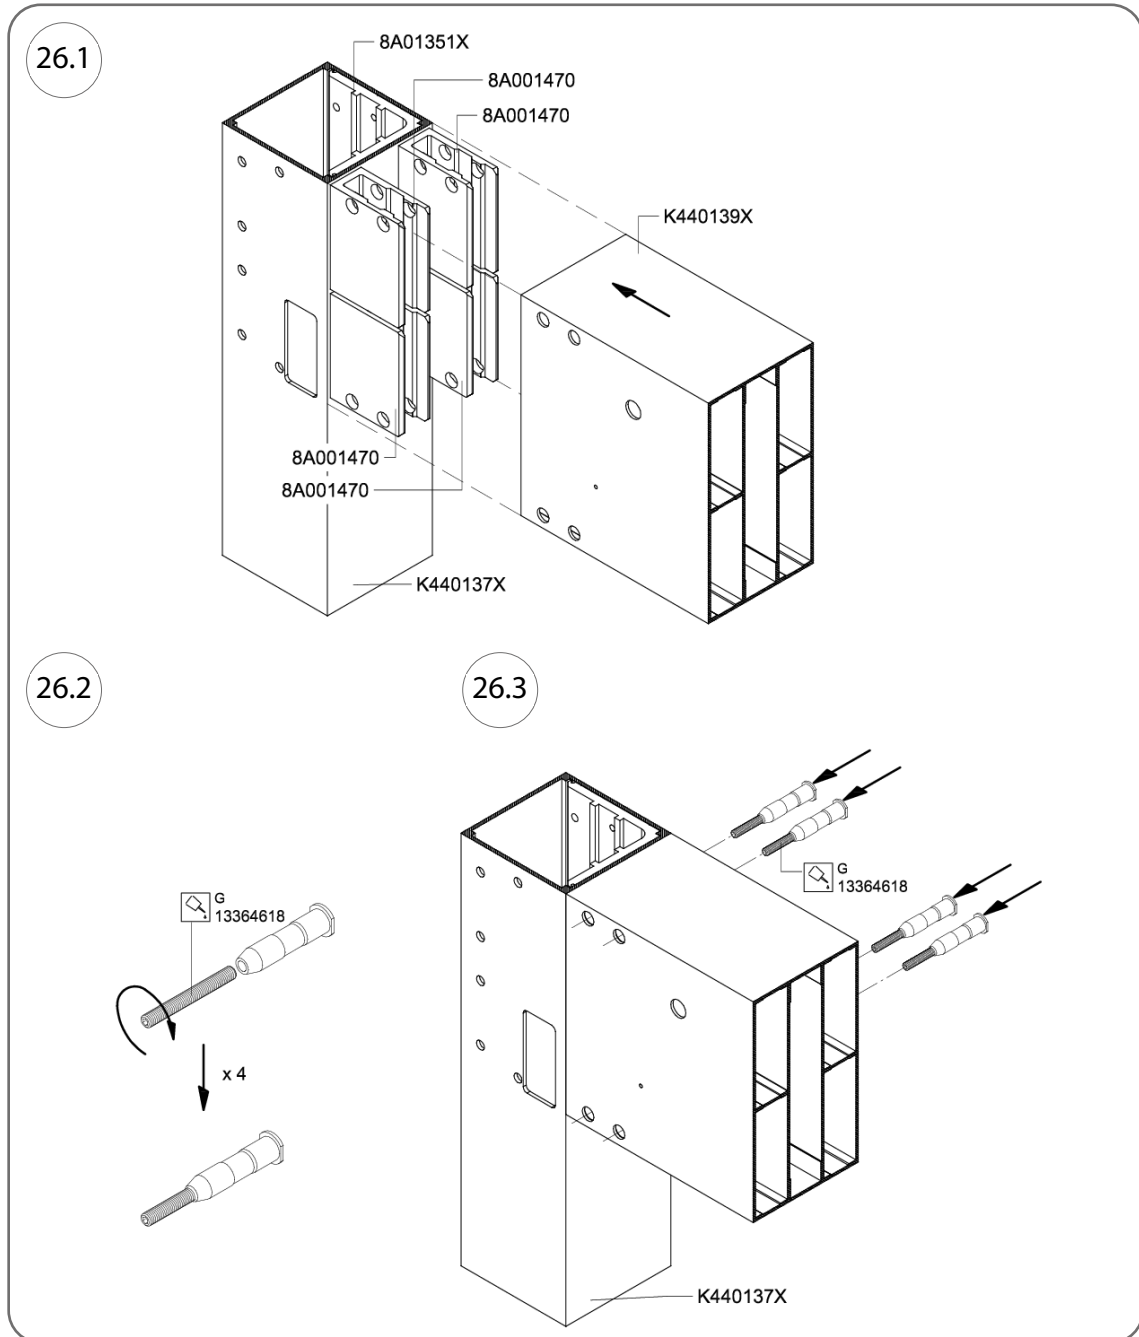
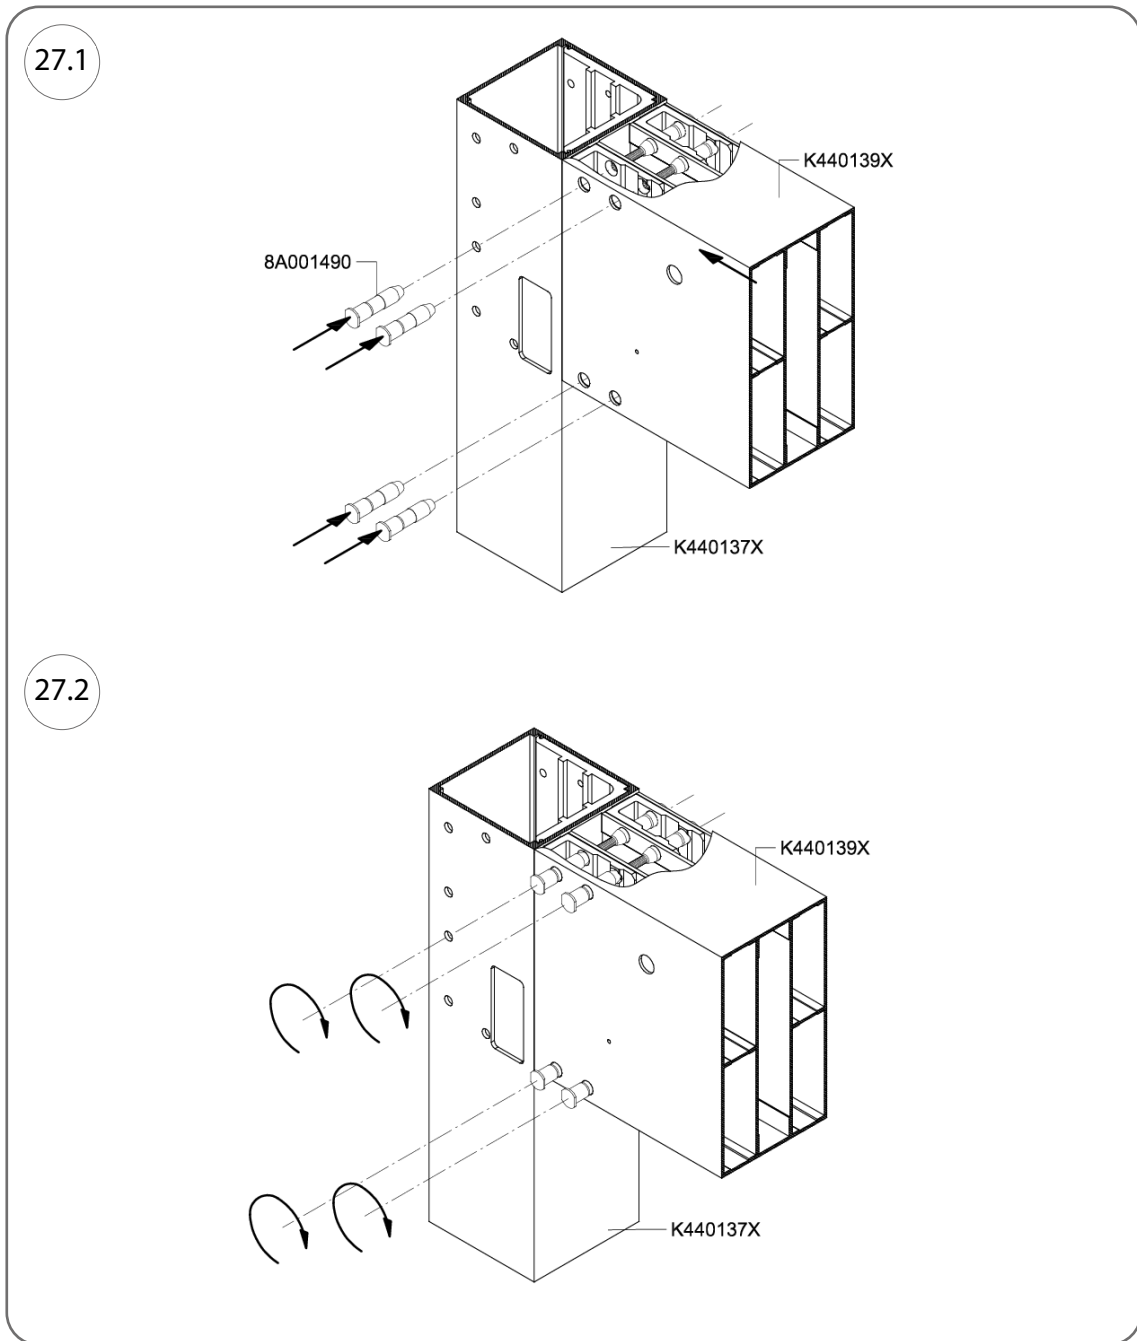

Abb. 26
Abb. 27
1. Zur Herstellung der Verbindung schieben Sie den Zwischensparren (Kat.-Nr. K440139X) auf die Verbindungselemente (Kat.-Nr. 8A001470) und führen Sie durch die beidseitigen Öffnungen im Sparrenprofil von jeder Seite jeweils 4 Sätze der Zwischensparrenstifte (Kat.-Nr. 8A001490X ein und anschließend beide Teile des Bolzens miteinander verschrauben (gemäß Abb. 26 und Abb. 27, Arbeitsschritt Nr. 27.2).